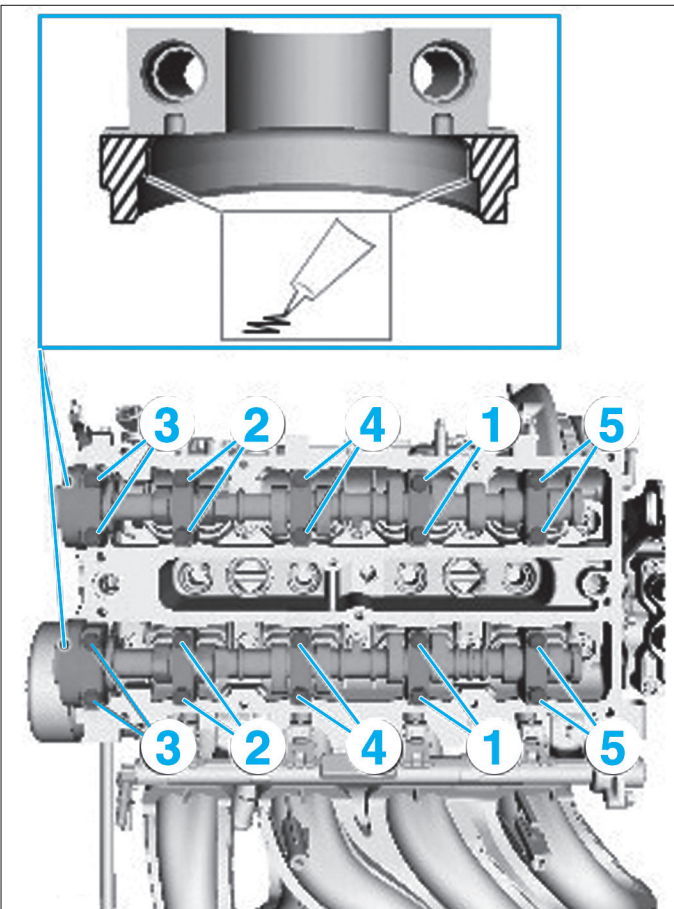

Fig. 40
- Desserrer progressivement, par passes successives et dans l'ordre prescrit, les chapeaux de paliers d'arbres à cames (Fig.40).
- Enduire les portées du chapeau de palier n° 1 de chaque arbre à cames de pâte d'étanchéité appropriée (par exemple Ford WSK-M2G348-A5) (Fig.40).
- Reposer les chapeaux de paliers d'arbres à cames en respectant leur position puis les serrer progressivement en respectant l'ordre de serrage prescrit, d'abord jusqu'à leur contact avec la culasse puis jusqu'au couple prescrit (Fig.40).